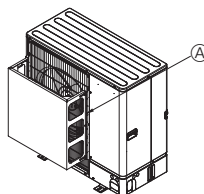

Fig. 2-5
- ② Sumontuokite pasirenkamąjį oro kreiptuvą, jei įrenginys montuojamas vietoje, kurioje į oro išėjimo angą gali tiesiai pūsti stiprus vėjas, pvz., uraganas ir pan. (Fig. 2-5)